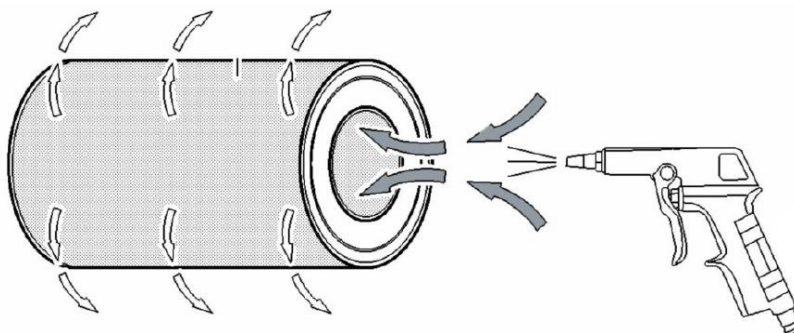

Рисунок 5.27. Направление продувки воздушного фильтра сжатым воздухом
- Осмотреть дополнительный фильтрующий элемент на предмет загрязнений и повреждений, в случае необходимости продуть сжатым воздухом или заменить. Продувку осуществлять в направлении противоположном потоку воздуха, поступающего в двигатель. см. рис. 5.27.